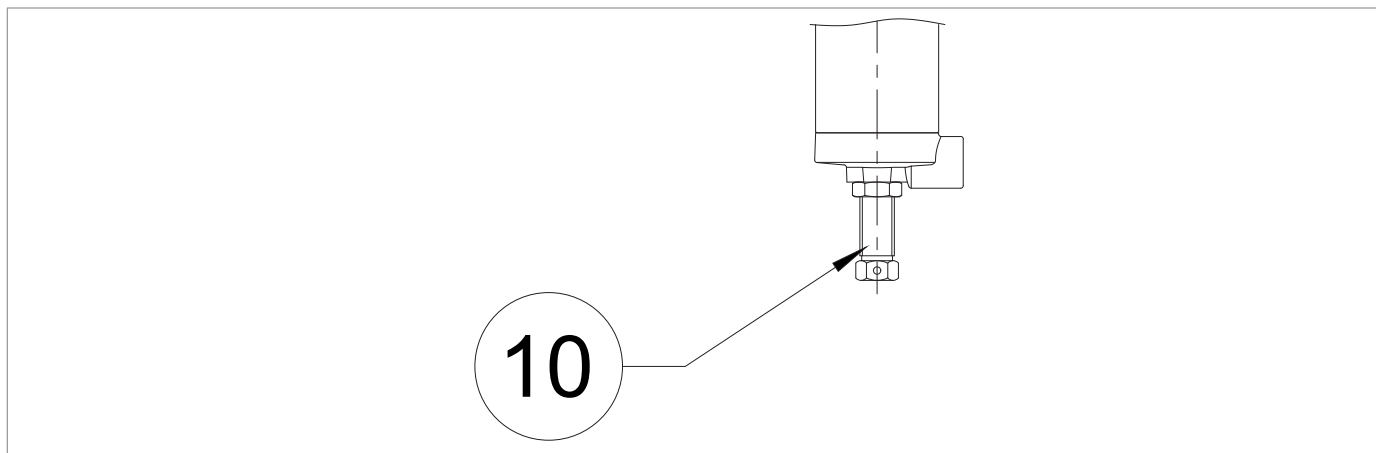

Fig. 8.30. Piloti serie 200/A
3	Comprimere completamente la molla del pilota (3) ruotando la vite di regolazione (fig. 8.30) in senso orario.
4	Scaricare completamente la molla del pilota (11) ruotando la vite di regolazione (fig. 8.30) in senso antiorario.
6	Ruotare la vite di regolazione (fig. 8.30) del pilota monitor (11) in senso orario per aumentare il valore della pressione di valle fino al valore prescelto di lavoro del monitor. ! AVVISO! Controllare la pressione facendo riferimento al manometro (5) posto a valle.
7	Ruotare la vite di regolazione (fig. 8.30) del pilota (3) in senso antiorario per scaricare la molla di taratura fino al raggiungimento del valore di pressione di valle prestabilito.
13	Inserire e fissare le viti di regolazione e i dadi di fissaggio (fig. 8.30) dei piloti (3, 11).
4	Scaricare completamente la molla del pilota (10) ruotando la vite di regolazione (fig. 8.30) in senso antiorario.
7	Aumentare lentamente la pressione di valle ruotando la vite di regolazione (fig. 8.30) del pilota del monitor (10) in senso orario fino a raggiungimento del valore della pressione di intervento della valvola acceleratrice M/A (11). AVVISO! Controllare la pressione facendo riferimento al manometro (5) posto a valle.
9	<p>Ruotare la vite di regolazione (fig. 8.30) del pilota del monitor (10) in senso antiorario per diminuire il valore della pressione di valle fino al valore prescelto di lavoro del monitor.</p> <div style="border: 1px solid black; padding: 5px;"> <p>! AVVISO!</p> <ul style="list-style-type: none"> • Assicurandosi che la valvola acceleratrice M/A (11) abbia interrotto lo scarico del gas; • Controllare la pressione facendo riferimento al manometro (5) posto a valle. </div>
10	<p>Ruotare la vite di regolazione (fig. 8.30) del pilota (3) in senso antiorario per scaricare la molla di taratura fino al raggiungimento del valore di pressione di valle prestabilito.</p> <div style="border: 1px solid black; padding: 5px;"> <p>! AVVISO!</p> <p>Controllare la pressione facendo riferimento al manometro (5) posto a valle.</p> </div>
2	Svitare completamente il dado di fissaggio (fig. 8.30) della vite del pilota (3).
3	Scaricare completamente la molla del pilota (3) ruotando la vite di regolazione (fig. 8.30) in senso antiorario.